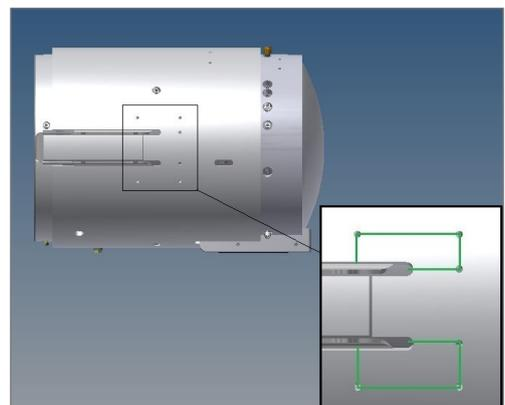

Abb. 1: Freischneiden der Kesselisolierung (Cliniclave 45)
1. Mit einem Cutter-Messer (siehe grüne Linie in Abb. 1, Detail) ein Rechteck aus der Isolierung schneiden. Hierzu auf der rechten Seite des Dampfsterilisators den freien Auslauf gemäß separater Anweisung ausbauen und den Vakuumpumpenstecker abziehen.